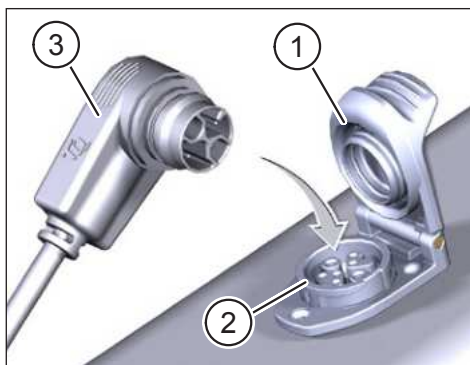

Fig. 2: Chargement de la Battery intégrée
- Soulevez le couvercle (élément 1 Fig. 2) du port de chargement (élément 2 Fig. 2) dans le cadre du vélo.
- Oriente la fiche du Charger (élément. 3 Fig. 2) de manière à ce que les codes de la fiche et du port de chargement coïncident (voir Fig. 2).